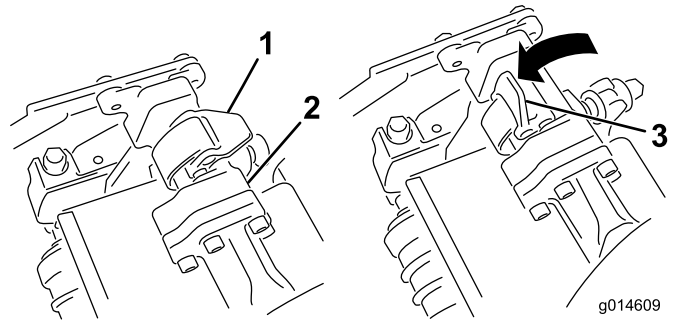

Figura 33
3. Con los enganches del brazo de suspensión orientados hacia arriba (es decir, abiertos) (Figura 33), empuje hacia abajo el brazo de suspensión de modo que la barra encaje en la barra situada en la parte superior de la unidad de corte (Figura 34).
4. Presione los enganches hacia abajo alrededor de la barra de la unidad de corte y bloquéelas (Figura 33).
4. Abra los enganches de la barra del brazo de suspensión de la unidad de corte que está retirando (Figura 33).